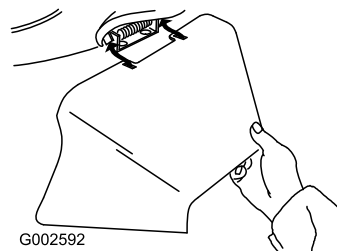

Figura 23
3. Instale el conducto de descarga lateral y cierre la puerta sobre el conducto (Figura 23).